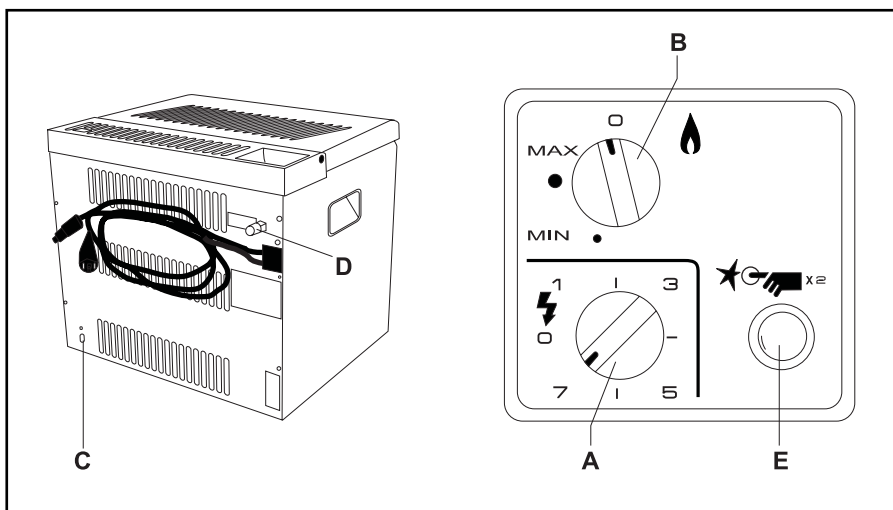

Abb. 1
11. Gasarmatur (Abb. 1)
12. Zünden des Gasbrenners (Abb. 1)